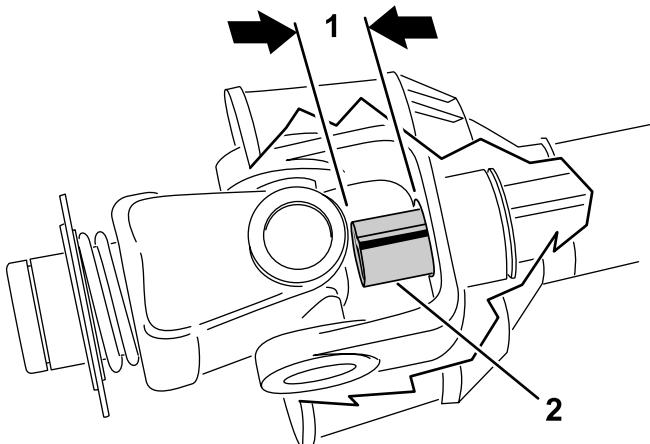

Bild 16
- Schieben Sie die Zapfwellenrohre zusammen, bis sie ganz zusammengeklappt sind. Stellen Sie sicher, dass das **Innenrohr** nicht in das Kreuz und den Lagerabschnitt des Außenrohrs hineinragt (**Bild 16**). Falls dies der Fall ist, müssen das Innenrohr **kürzen**, um das Problem zu beheben. Machen Sie mit den nächsten Schritt weiter.
- Messen Sie, wie weit das Innenrohr in das Kreuz und den Lagerabschnitt des Außenrohrs hineinragt (**Bild 16**). Addieren Sie diesen Wert zu dem in Schritt 8 erhaltenen Wert.